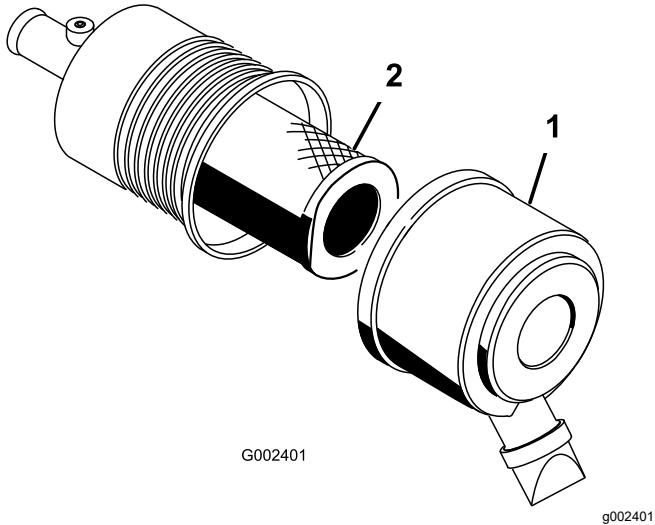

Figure 43
1. Déverrouillez le filtre à air et détachez le couvercle du boîtier du filtre (Figure 43).
3. Sortez l'élément filtrant du boîtier du filtre à air avec précaution (Figure 43).
5. Insérez le filtre sur le tube du boîtier avec précaution (Figure 43).
6. Reposez le couvercle du filtre à air, le côté en haut, et verrouillez-le (Figure 43).